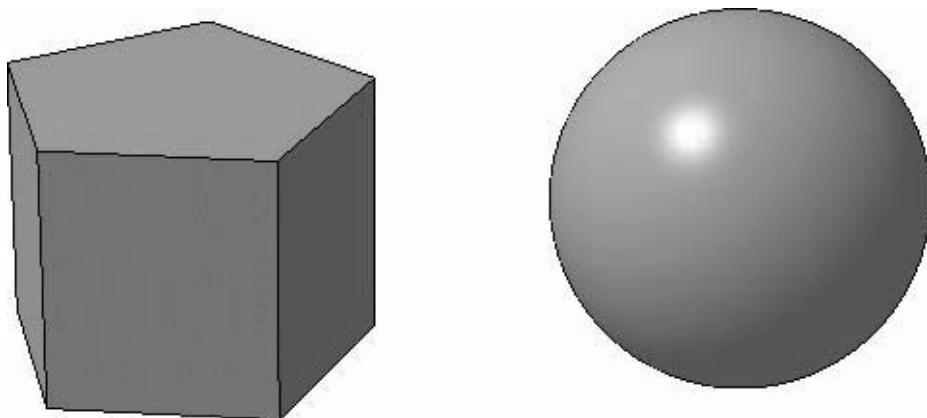

Рисунок 9.1 – Твердые тела: призма (состоит из семи граней) и шар (из одной грани)
*Твердое тело* – область трехмерного пространства, состоящая из однородного материала и ограниченная замкнутой поверхностью, которая сформирована из одной или нескольких стыкующихся граней. Любое твердое тело состоит из базовых трехмерных элементов: граней, ребер и вершин (рисунок 9.1).